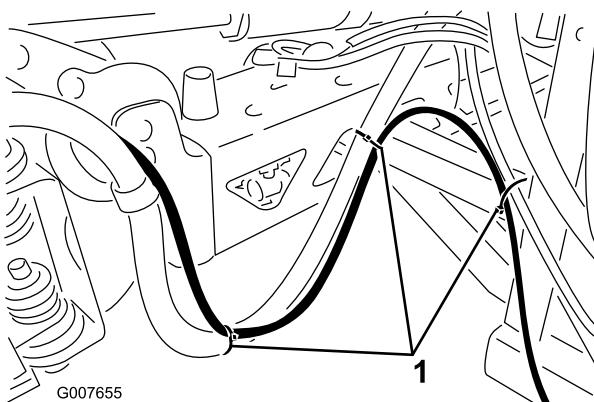

Рисунок 9
- Продолжайте прокладывать шланг вдоль уже имеющегося на стреле шланга подачи. С помощью пластиковых хомутов прикрепите шланг к поперечине в местах, указанных на Рисунок 9.